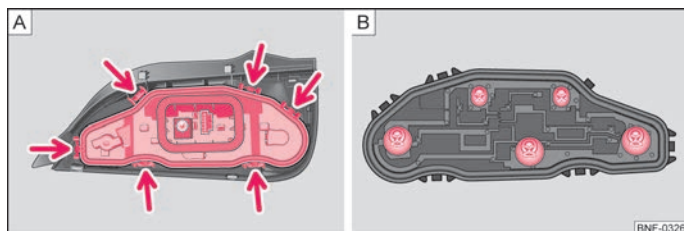

Fig. 124 Baglygte: udskiftning af pærer
- Frigør pæreholderen ved låsetapperne (pile) ⇒ Fig. 124 – A, og tag pæreholderen ud af baglygten.
- Tryk den defekte pære ind i fatningen, drej den **mod uret**, og tag den ud ⇒ Fig. 124 – B.